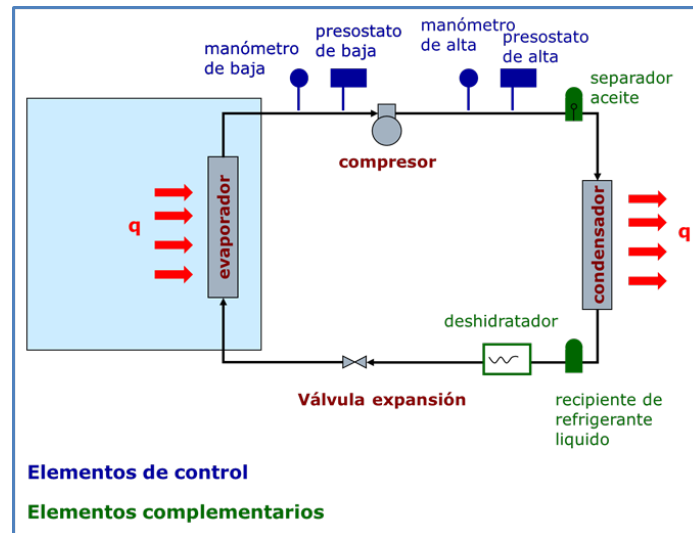

Figura 1: componentes básicos de un circuito de refrigeración mecánica
Antes de empezar a hablar del evaporador, debes recordar cuál es el fundamento termodinámico de un circuito de refrigeración mecánica y cuáles son los elementos principales que componen el circuito (Figura 1).
- Fijate en la figura 1: el evaporador es el único elemento que está en contacto con el medio a enfriar. Por eso decimos que en él se produce el **efecto útil** de la instalación.